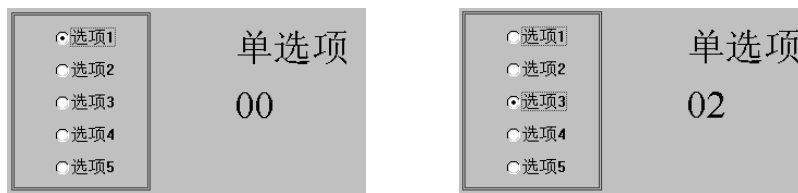

图 14.31 单选按钮的使用
- 定义完成后，保存画面，切换到组态王 7.0 运行系统，打开该画面。用鼠标左键单击不同的按钮选项时，得到的变量的值不相同。如图 14.31 所示。